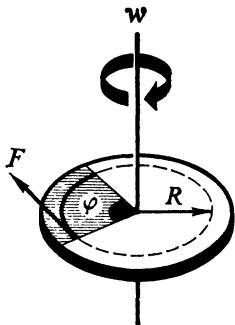

Рис. 5.
На рис. 5 изображен диск, к любой точке которого может быть приложена сила F , постоянная по величине и направленная все время по касательной к окружности диска. Диск вращается с постоянной угловой скоростью ω . За единицу времени каждая точка диска перемещается на различное расстояние, но поворачивается на один и тот же угол φ . Поэтому удобнее ввести в формулы не r , а φ . Представим формулу (1) в таком виде: